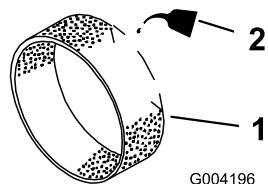

Figura 31
3. Ponga una o dos onzas de aceite en el pre-filtro (Figura 31).